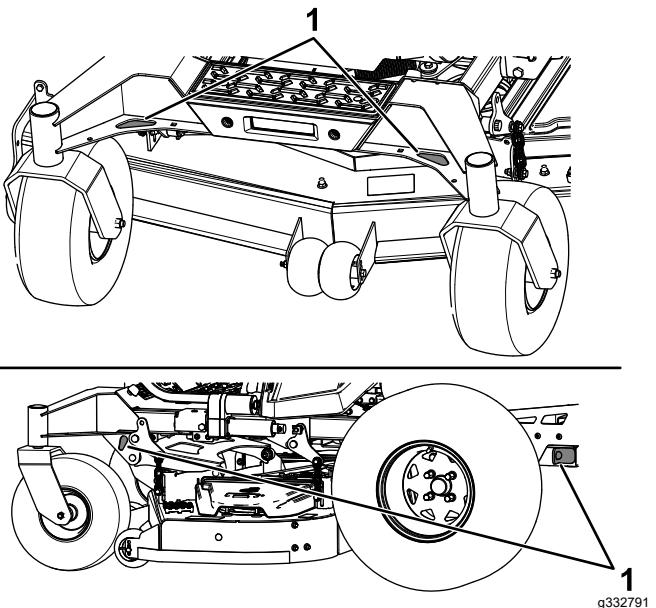

Figura 37
6. Amarre la máquina junto a las ruedas giratorias delanteras y el bastidor trasero con correas, cadenas, cables o cuerdas (Figura 37). Consulte la normativa local respecto a los requisitos de amarre.